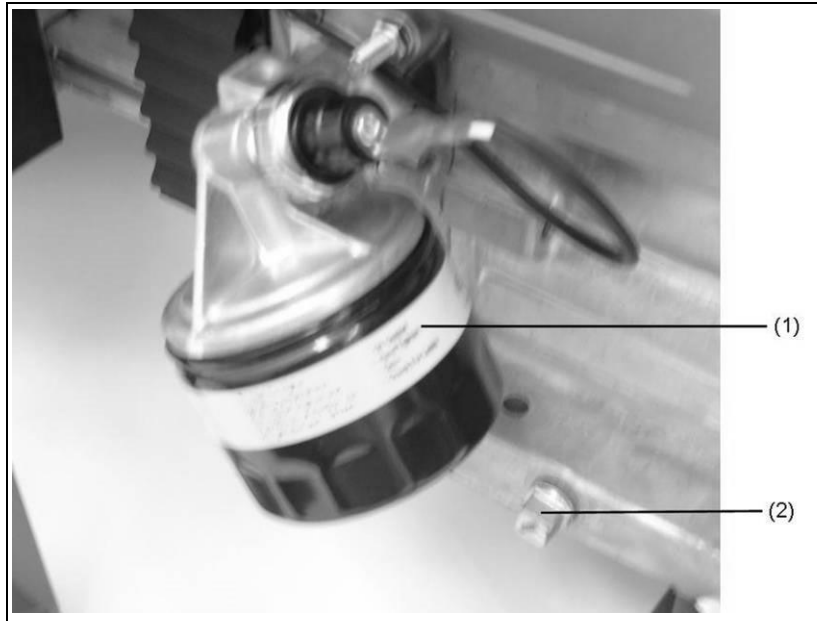

Abb. 6-3: Öl wechseln
3. Ölablassschraube (Abb. 6-3-(2)) herausschrauben und Öl komplett ablaufen lassen.
4. Ölablassschraube (Abb. 6-3-(2)) wieder eindrehen.
Beim Wechsel des Ölfilters (Abb. 6-3-(1)) gehen Sie bitte wie in der Motorenanleitung beschrieben vor.